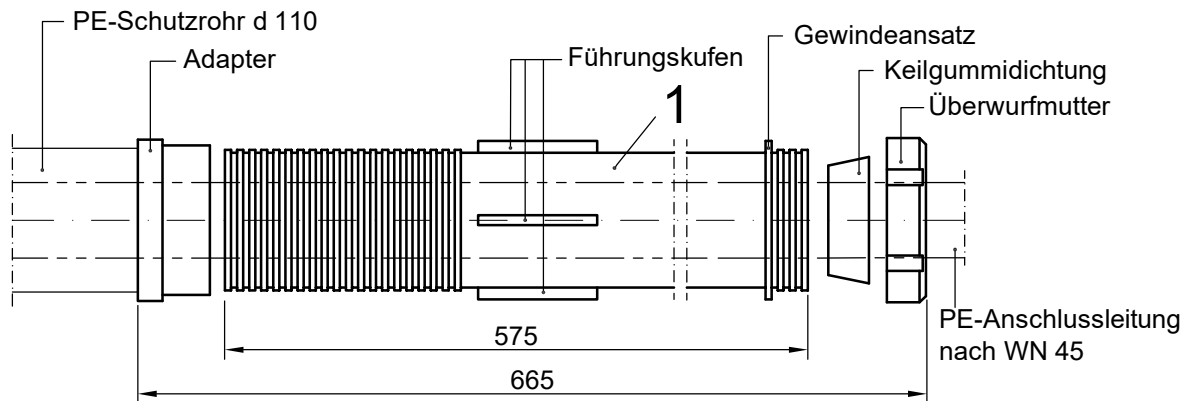
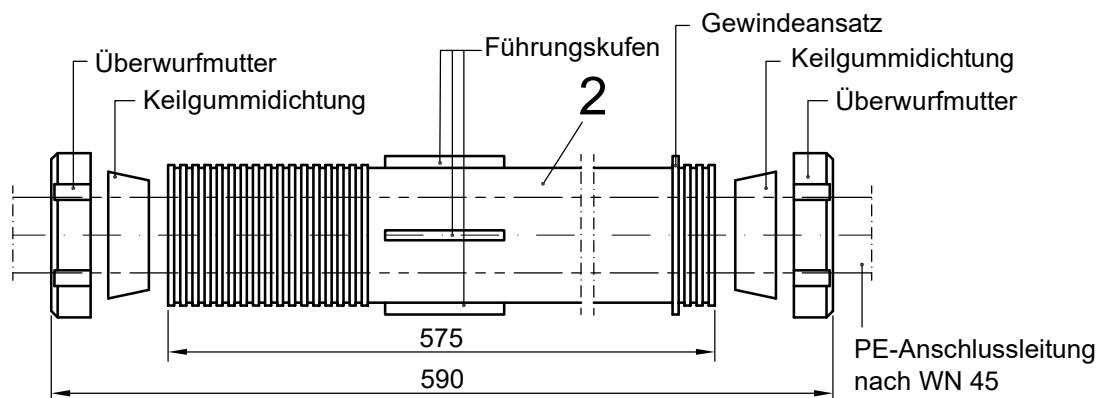

Bild 1 – Futterrohr mit einseitiger Überwurfverschraubung und Adapter d 110 zum Anschluss an PE-Schutzrohr d 110 (Regelbauweise) (Prinzipskizze)
Bild 2 – Futterrohr mit beidseitiger Überwurfverschraubung (Prinzipskizze)
- e) Futterrohr aus Kunststoff (Bild 1) als neue Regelbauweise (Rohr: einseitig mit Adapter für Schutzrohr, einseitig mit Überwurfverschraubung – werksseitig vormontiert) aufgenommen;
Für die offene Bauweise bestehen die Futterrohre aus einem wanddurchführenden Futterrohr mit einer einseitigen Überwurfverschraubung (Dichtungseinsatz, z. B. Keilgummidichtung und Überwurfmutter zum Verpressen des Dichtungseinsatzes) und einem Adapter zum Anschluss an ein Schutzrohr d 110 (**Bild 1**) (Regelbauweise) bzw. einem wanddurchführenden Futterrohr und den Überwurfverschraubungen zur Abdichtung zwischen der Anschlussleitung und dem Futterrohr (**Bild 2**)